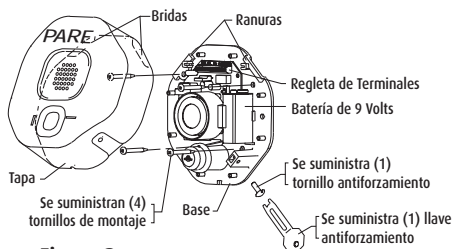
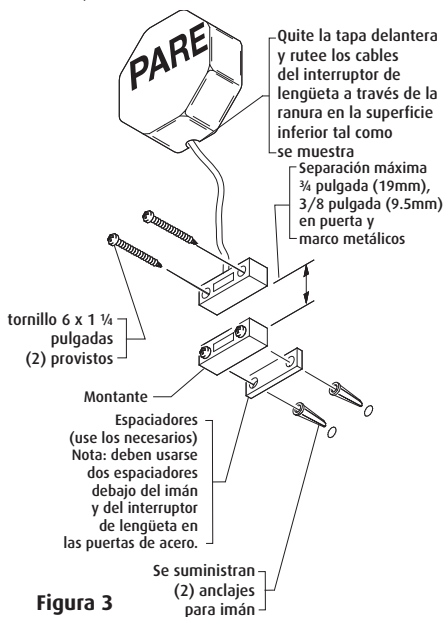

Figura 2
Figura 3
2. Quite el tornillo de seguridad del costado de la unidad y quite la tapa de la carcasa. Guarde esta herramienta para futuros servicios y cambio de batería (Figura 2).
5. Monte la unidad principal en la puerta o cerca de ésta utilizando la morsetería provista. Las ubicaciones de montaje del interruptor de lengüeta pueden desplazarse a una de las cuatro posiciones mostradas en la Figura 2. Si se monta cerca de la puerta, pase el cable del interruptor de lengüeta a través de la tapa expulsable en la parte inferior de la carcasa como se muestra en la Figura 3.